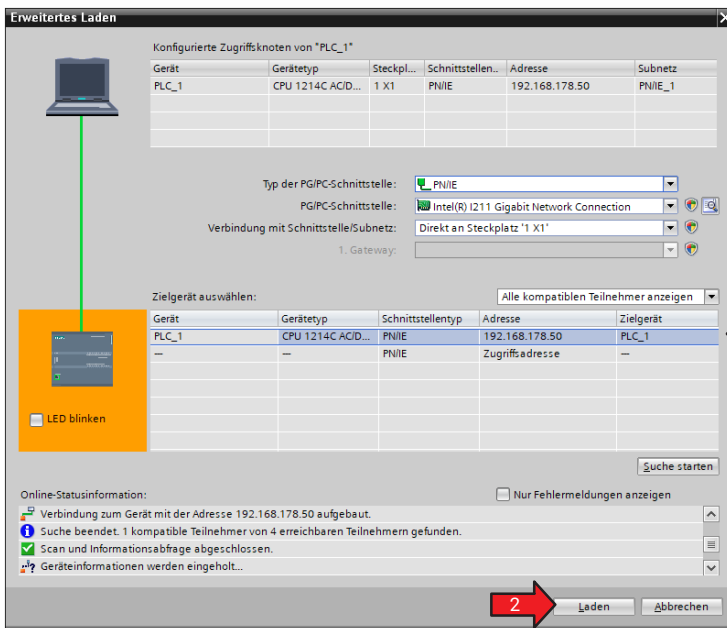

Abb. 6.13 Programm in die SPS laden
- ▶ Markieren Sie im folgenden Dialog die SPS und wählen Sie **Laden** (Abb. 6.13).